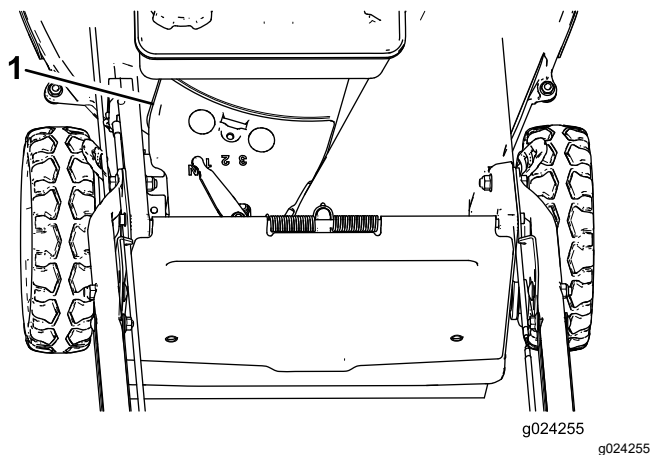

Figure 29
3. Enlevez le couvercle de courroie (Figure 29) du carter du tablier de coupe.